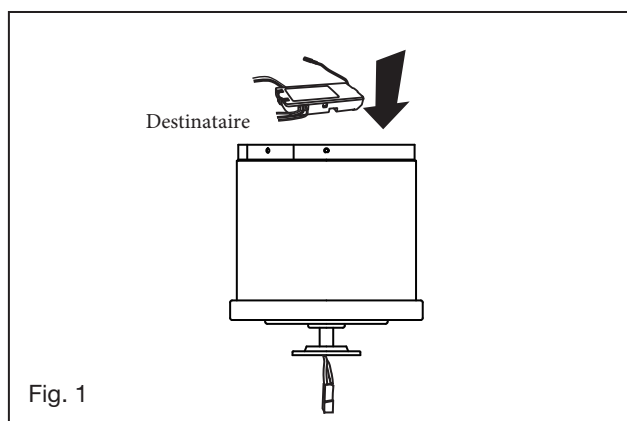

Fig. 1
1. Insérez le récepteur dans le support de montage au plafond avec le côté plat du récepteur face au plafond. (Fig. 1) Pour de meilleures performances, assurez-vous que l'antenne noire et l'antenne WIFI, à l'extrémité du récepteur, restent étendues et ne s'emmêlent pas avec les fils électriques.
- 1 Déplacez le ventilateur en position sur le support de montage et fixez-le avec les 4 vis fournies. (Fig. 1)